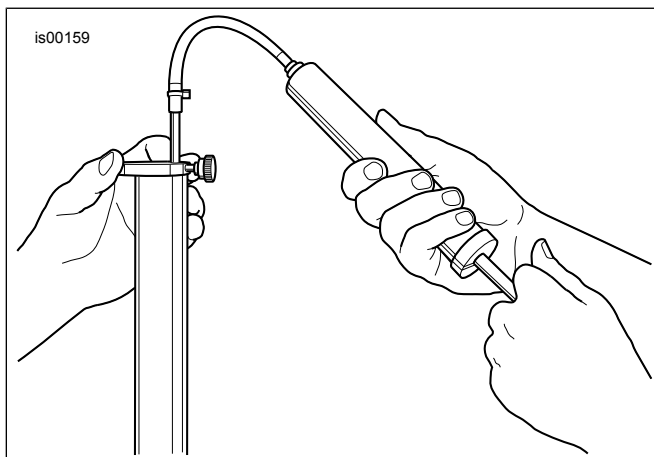

Abbildung 6. Überschüssiges Gabelöl entfernen
- d. Siehe Abbildung 6. Die Druckstange oben in das Tauchrohr einschieben, bis der Metallring flach oben auf dem Tauchrohr aufliegt und das äußere Tauchrohr ganz nach unten geschoben ist.
13. Die Sicherungsmutter (17) bis zum Anschlag auf die Patrone hinunterdrehen.
14. Die Feder (8) im Tauchrohr einbauen.
15. Einen neuen O-Ring aus dem Nachrüstsatz in den Tauchrohrverschluss (6) einsetzen.
16. Die Feder (8) nach unten drücken und die Federauflage (11) mit der konkaven Seite nach oben zwischen Feder und Sicherungsmutter (17) einbauen.
17. Den Tauchrohrverschluss (6) auf die Baugruppe Patrone anbringen. Den Verschluss ganz nach unten bis zum Anschlag drehen, dann die Sicherungsmutter (17) nach oben bis zum Verschluss drehen und fest anziehen.